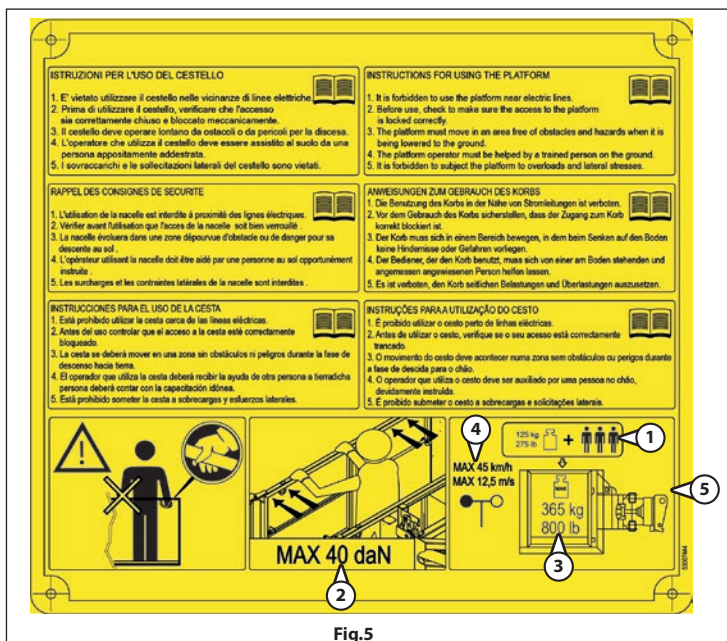

Fig.5
Istruzioni per l'uso del cestello (Vedi Fig. 5)
- 5 - CAPACITÀ DEL CESTELLO IN USO INTERNO ED ESTERNO (Vedi Fig. 5)
Instructions for using the platform (See Fig. 5)
- 5 - CAPACITY OF THE PLATFORM IN INDOOR AND OUTDOOR USE (See Fig. 5)
Instructies voor het gebruik van de werkkooi (Zie Fig. 5)
- 5 - CAPACITEIT VAN DE WERKKOOI VOOR INTERN EN EXTERN GEBRUIK (Zie Fig. 5)